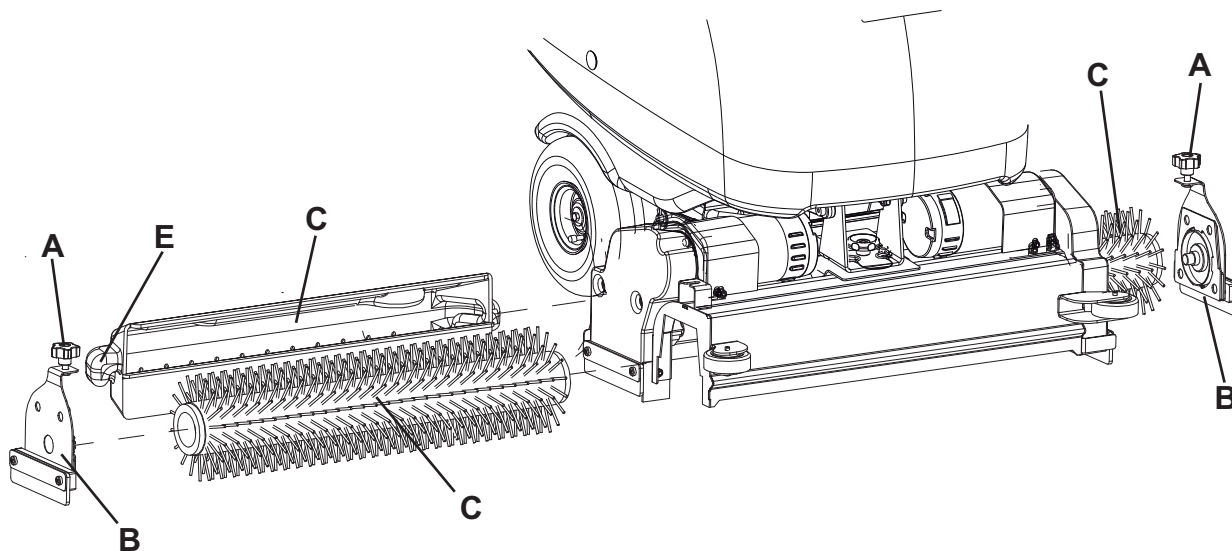

Рис. 3
1. Поверните ключ зажигания (80) в положение «I».
2. Поднимите платформу с цилиндрическими щетками, нажав переключатель (71).
3. Поверните ключ зажигания (80) в положение «0».
4. Снимите маховики (А, Рис. 3) и крышки (В), толкая их вниз и нажимая на маховики.